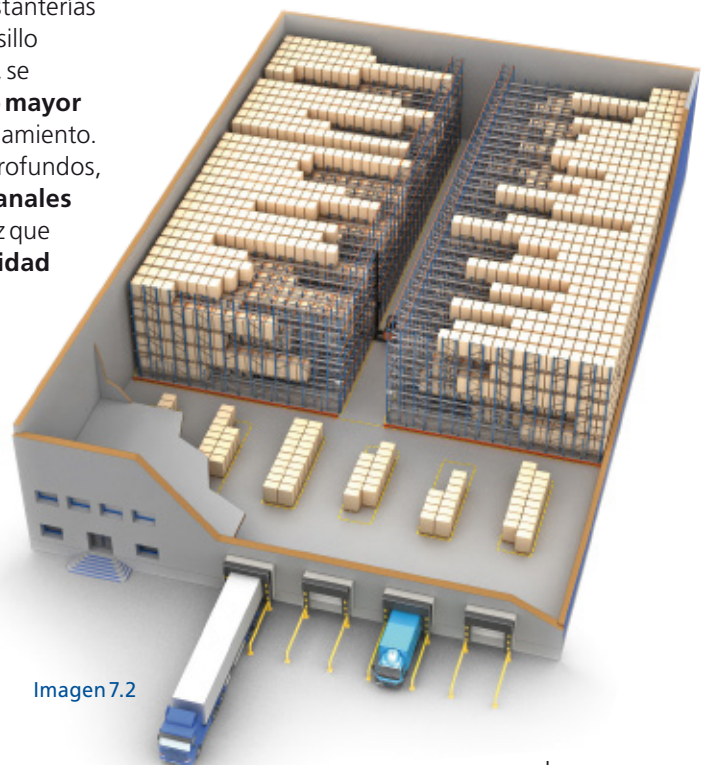

Imagen 7.2
- ✓ Si se opta por instalar estanterías a ambos lados de un pasillo de trabajo (imagen 7.2), se conseguirá un **número mayor de canales** de almacenamiento. Éstos, aunque menos profundos, permitirán tener **más canales por referencia**, a la vez que **incrementar la capacidad efectiva**.